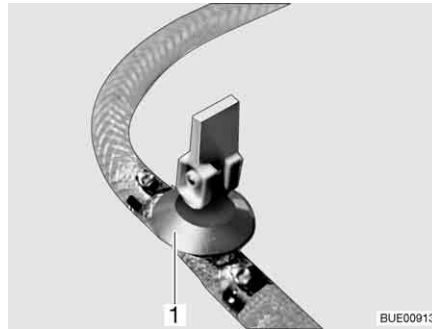
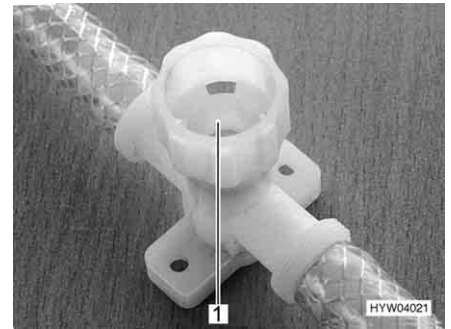

Bild 141 Ablasshahn (mit Kipphebel)
Bild 142 Ablasshahn (mit Drehkappe)
- Alle Ablasshähne schließen. Dazu den Kipphebel des Ablasshahns (Bild 141, 1) waagrecht stellen oder die Kappe des Ablasshahns (Bild 142, 1) im Uhrzeigersinn drehen.